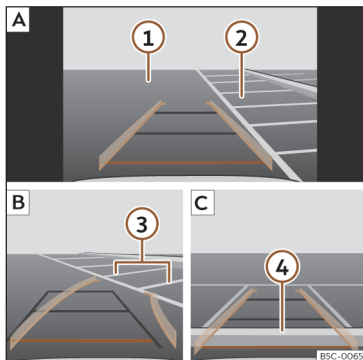

**Fig. 162** Visualização no ecrã do sistema infotainment: estacionar com o assistente de marcha-atrás.
Legenda da >>> **Fig. 162:**
- Posicione o veículo à frente do lugar de estacionamento >>> **Fig. 162** **2** **A**.